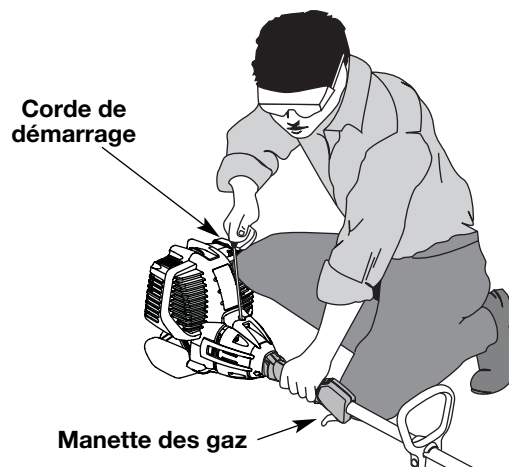

Fig. 11
**AVERTISSEMENT :** évitez tout démarrage accidentel. Tenez-vous en position de démarrage lorsque vous tirez sur la corde de démarrage (Fig. 11). L'opérateur et l'appareil doivent tous deux être en position stable pour éviter des blessures graves.
4. Levez-vous en position de départ et **n'appuyez pas sur la manette des gaz** (Fig. 11). Tirez le cordon de démarrage d'un **mouvement contrôlé et ferme** à 5 reprises.